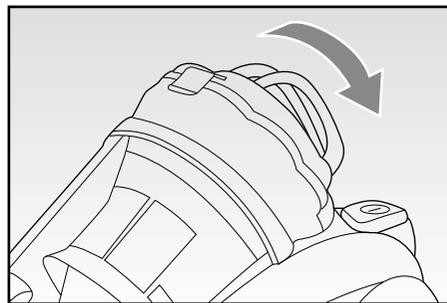

Fig. 11
- Установить пылесборник (А) на корпус прибора, осторожно нажав до щелчка (Рис. 11).